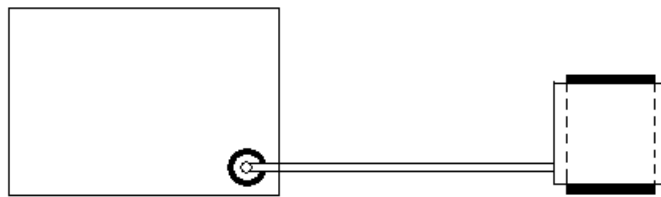

Рисунок 48 – Схема теста на утечку
2. Оберните манжету вокруг цилиндра, как показано ниже (рисунок 48).